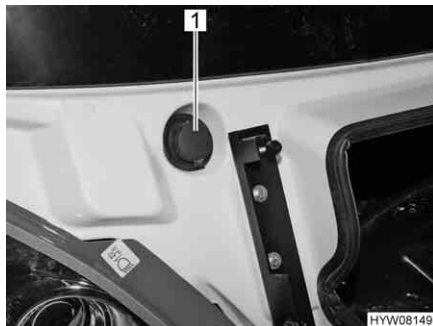

Fig. 25 Bocchettone di riempimento del contenitore dell'acqua di lavaggio (Fiat)
- Rimuovere il coperchio (Fig. 25,1) del bocchettone di riempimento del contenitore dell'acqua di lavaggio.